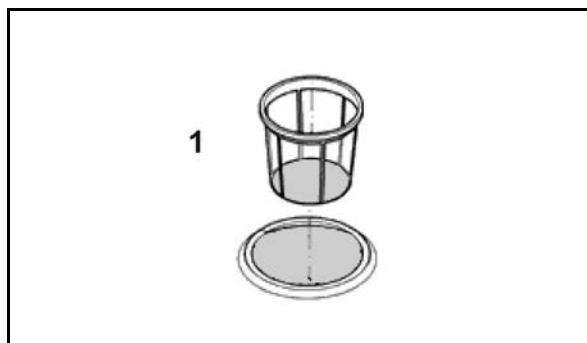

Bild 78
- Påfyllning med valfritt avstånd och vridbart utlopp (Bild 78).